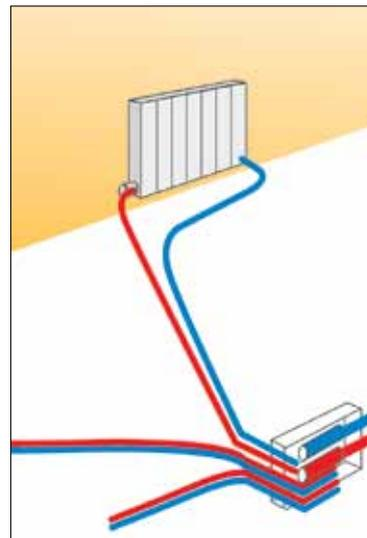

ABB. 4
- Anbindung mittels Einrohrsystem (Abb. 4)